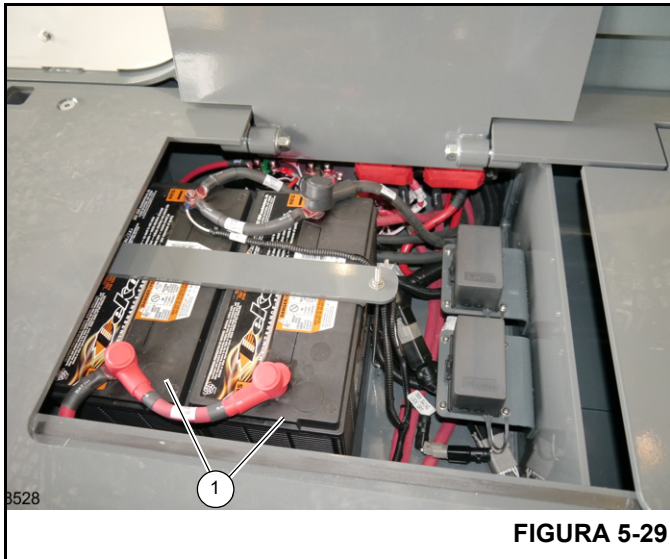

FIGURA 5-29
1. Abra el compartimiento de baterías para obtener acceso a las baterías (1, Figura 5-29).